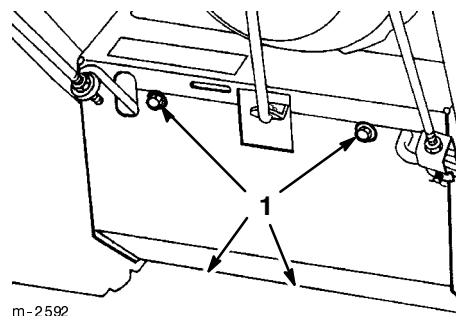

Figure 24
7. Retirez les quatre vis de fixation de la plaque de protection inférieure au châssis, et déposez la plaque (Fig. 24).
3. Retirez les quatre vis de fixation de la plaque de protection inférieure au châssis, et déposez la plaque (Fig. 24).